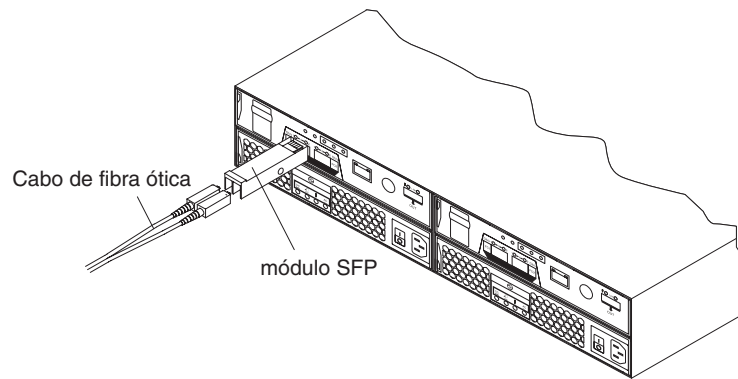

Figura 16. Instalando um Módulo SFP na Porta do Host
4. Insira o módulo SFP na porta do host até que se encaixe no lugar. Consulte a Figura 16 na página 31.